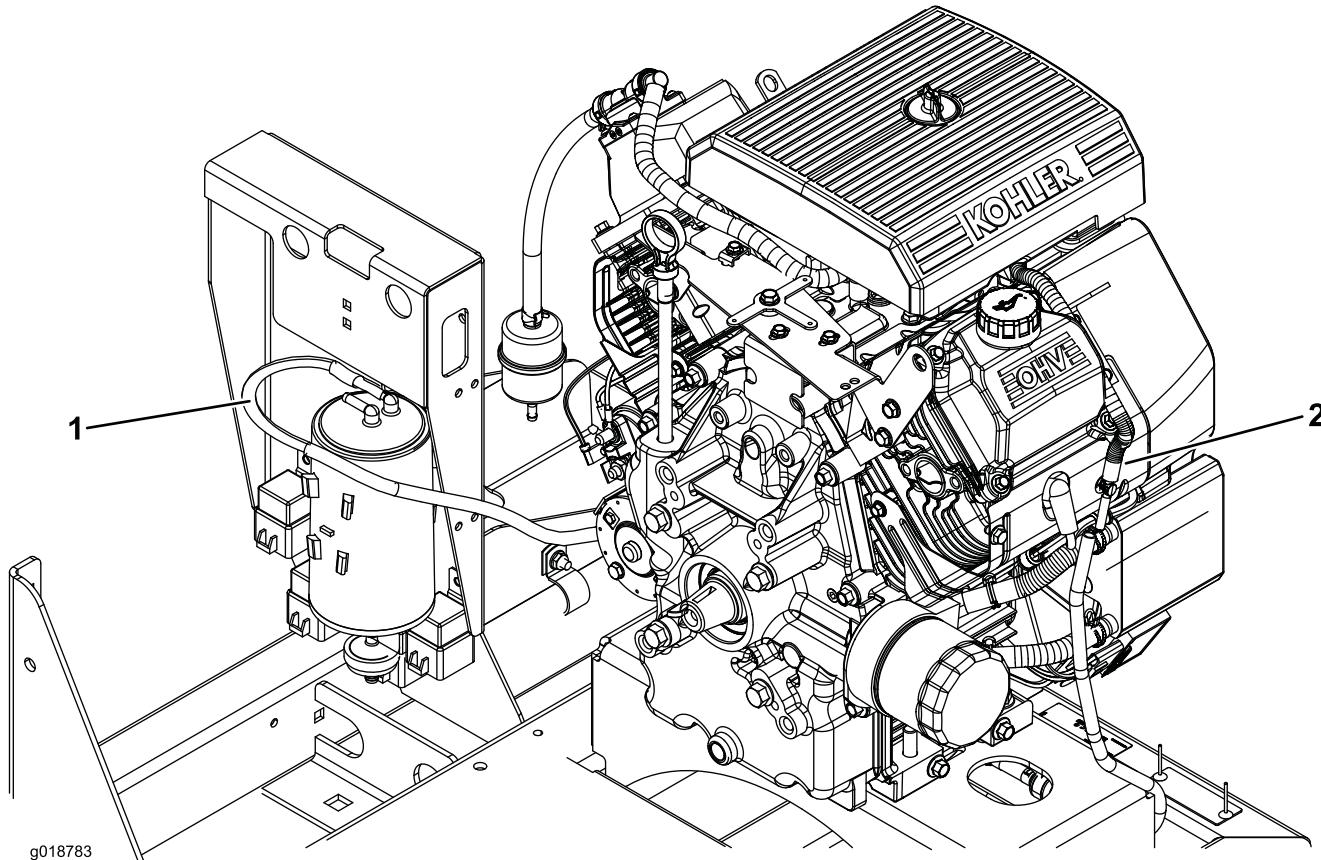

Figura 1
2. Staccate il flessibile della valvola di ritegno dal raccordo sul canister a carboni attivi e dal motore (Figura 1).